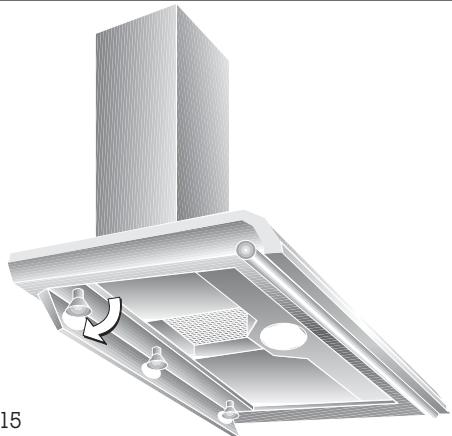

Fig. 15
- Svitate le viti dal rivestimento della lampadina. Il rivestimento si ribalta verso il basso, ma non può essere smontato (Fig. 15).